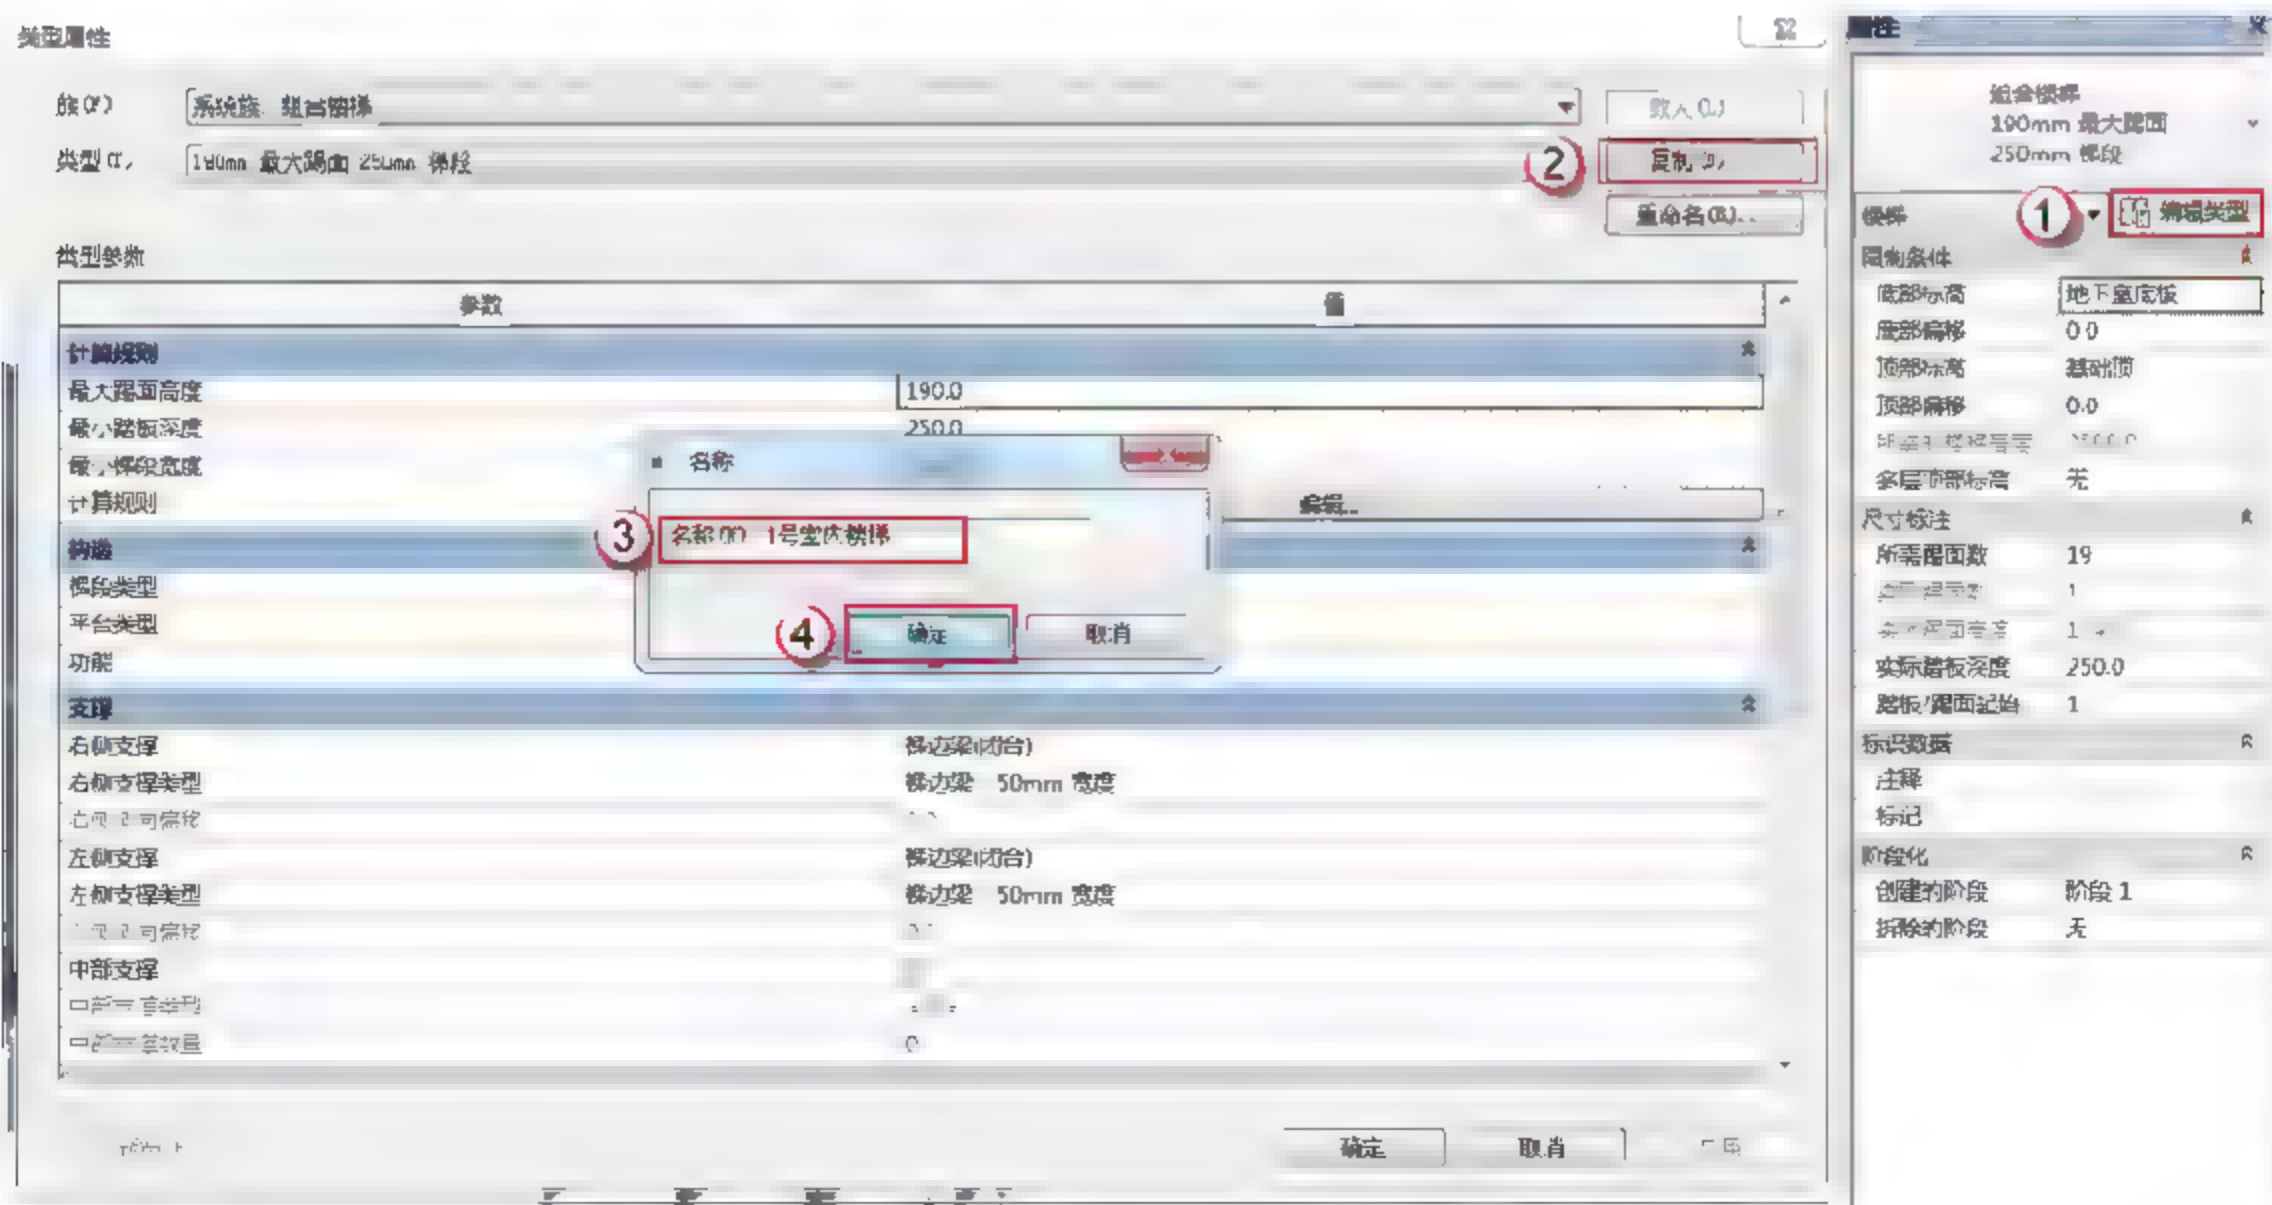

图 11.2.16 新建楼梯类型
(11) 构建楼梯。选择“建筑”→“楼梯”→“楼梯(按构件)”命令,在激活的“修改/创建楼梯”命令中单击“直梯”按钮,进入楼梯的绘制模式,同时在“属性”面中选择类型为“组合楼梯:大堂楼梯”选项。
(12) 新建组合楼梯类型。单击“编辑属性”按钮,在弹出的“类型属性”对话框中,单击“复制”按钮,弹出“名称”对话框,将名称“190mm 最大踢面 250mm 梯段”修改为“1号室内楼梯”,最后单击“确定”按钮,完成新建组合楼梯类型,如图11.2.16所示。